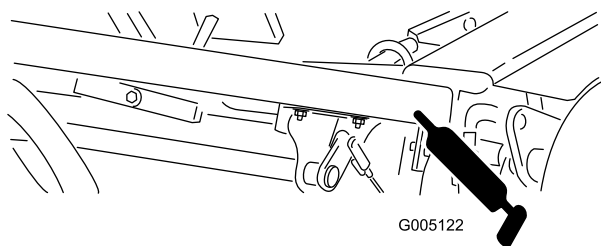

Figura 29
- Perno di sollevamento tosatura (Figura 29)